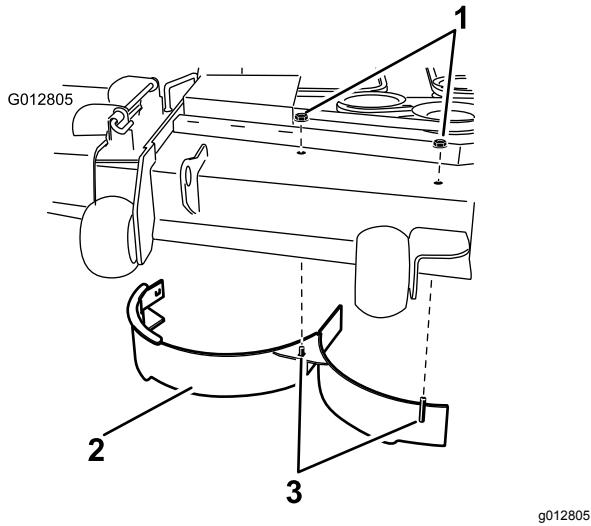

Bild 30
10. Entfernen Sie die zwei Sicherungsmuttern (5/16"), mit denen die geschweißten Streben des rechten Ablenklechs oben am Mähwerk in der Mitte und rechts von der Mittelstellung befestigt sind (Bild 30).